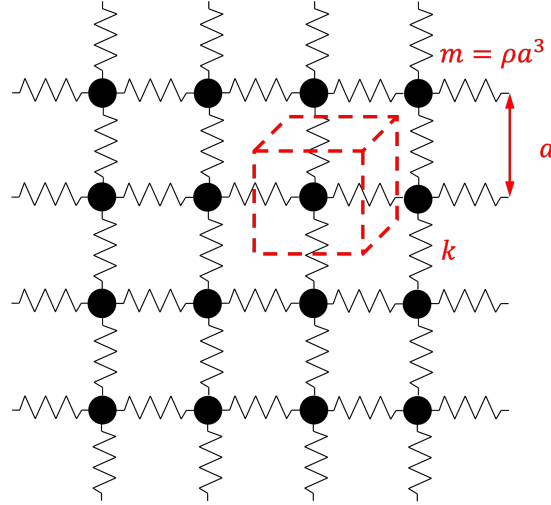

图 3. 线性弹性体的弹簧-质点模型
1. 弹簧质点模型 考虑一个弹性体的简单模型：将弹性体视为很多质点的集合，相邻质点之间由轻弹簧相连，这样的模型叫做弹簧-质点模型（spring-mass model），如图 3所示。